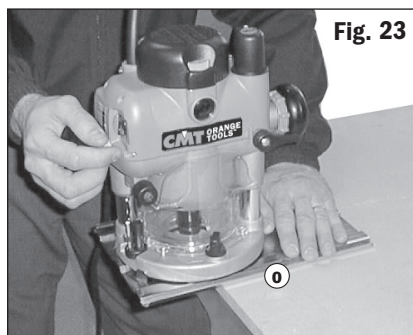

Fig. 23
2. Posizionare la fresatrice all'interno delle tacche sulla base (o), con le manopole sopra le due scanalature per chiave. Nota: la fresatrice può essere montata con la parte allungata a destra o a sinistra, dipende da quale lato è necessario il supporto. Per lavorazioni sui bordi, posizionare l'interruttore sulla parte corta della base, come illustrato in **Fig. 23.**
Posizionare una mano sulla parte lunga della base, premendola sul pezzo da lavorare e afferrare l'impugnatura della fresatrice, nel punto più lontano possibile, con l'altra mano. **Fig. 23.**
Montare la guida diritta **(r)** sull'estremità corta della base **(o)** per utilizzarla quando si eseguono lavorazioni sui bordi con frese non a cuscinetto. Utilizzare le posizioni delle mani illustrate in **Fig. 23.**